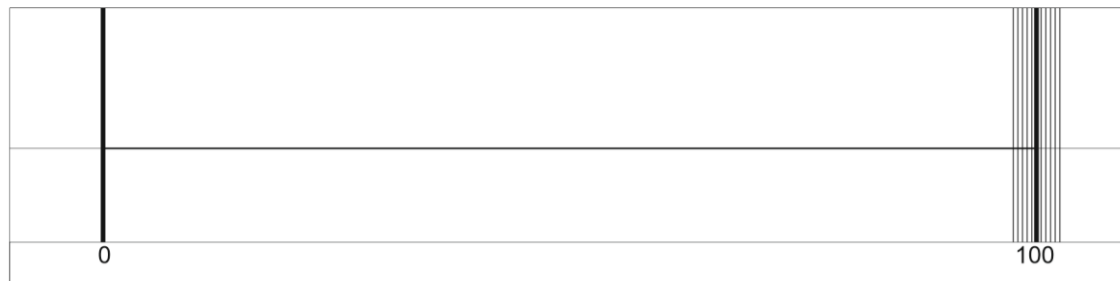

Рис.11 Макет поля
4. Оценка производится проезда вперед производится на поле с метровой разметкой (Рис. 11), робот ставится ведущими колесами на отметку 0, после проезжает 1 метр.